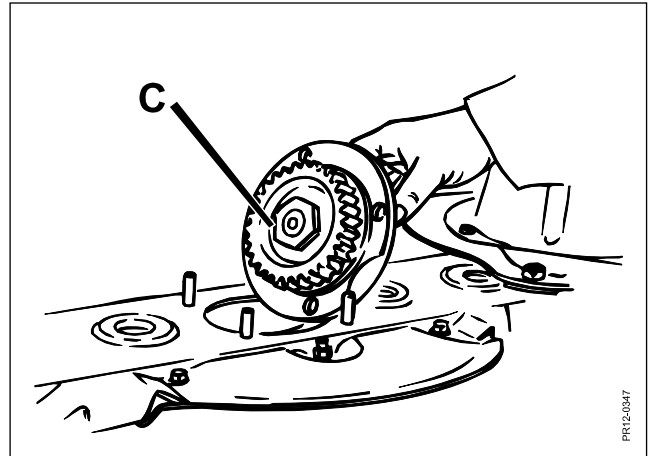

Fig. 5-9
- Fig. 5-9 Verwendet wird ein Mähbalken, bei dem jede einzelne Nabe **C** leicht von oben her ausgetauscht werden kann.